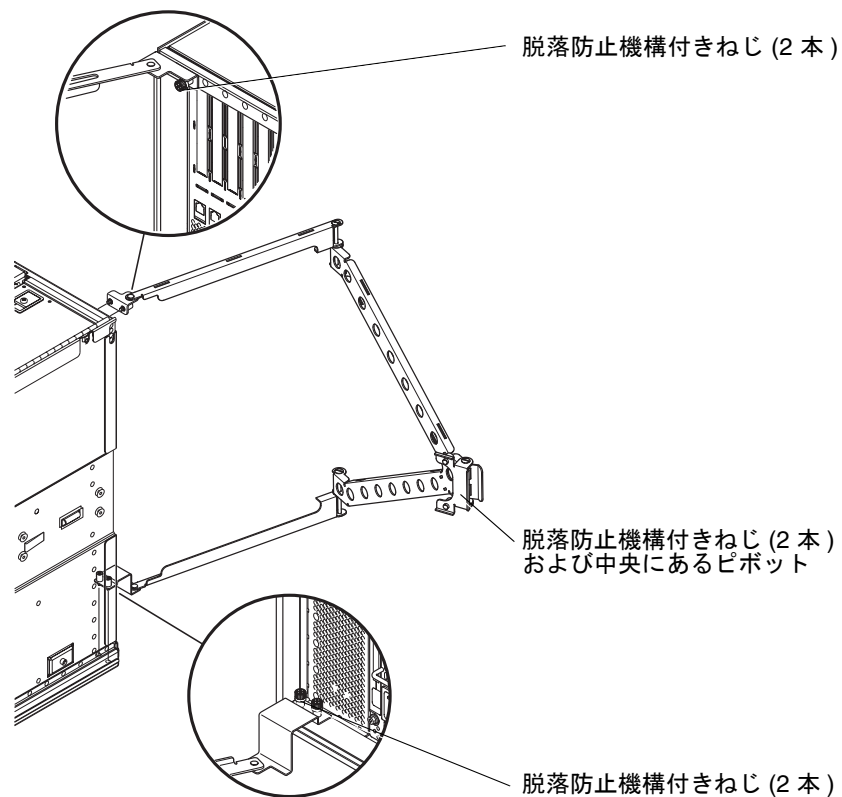

図 14-2 CMA-Lite ケーブル管理アーム
1. 次の部品を固定している 2 本の脱落防止機構付きねじ (図 14-2) を緩めます。